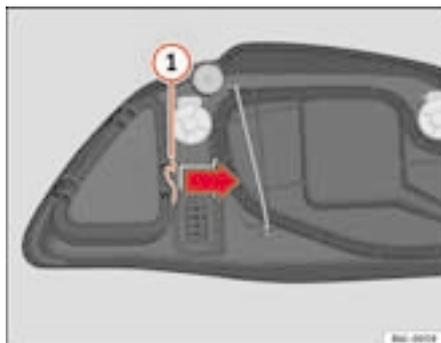

Fig. 151 Luz intermitente
- Desloque o tirante ① ⇒ fig. 151 no sentido da seta e puxe a tampa.